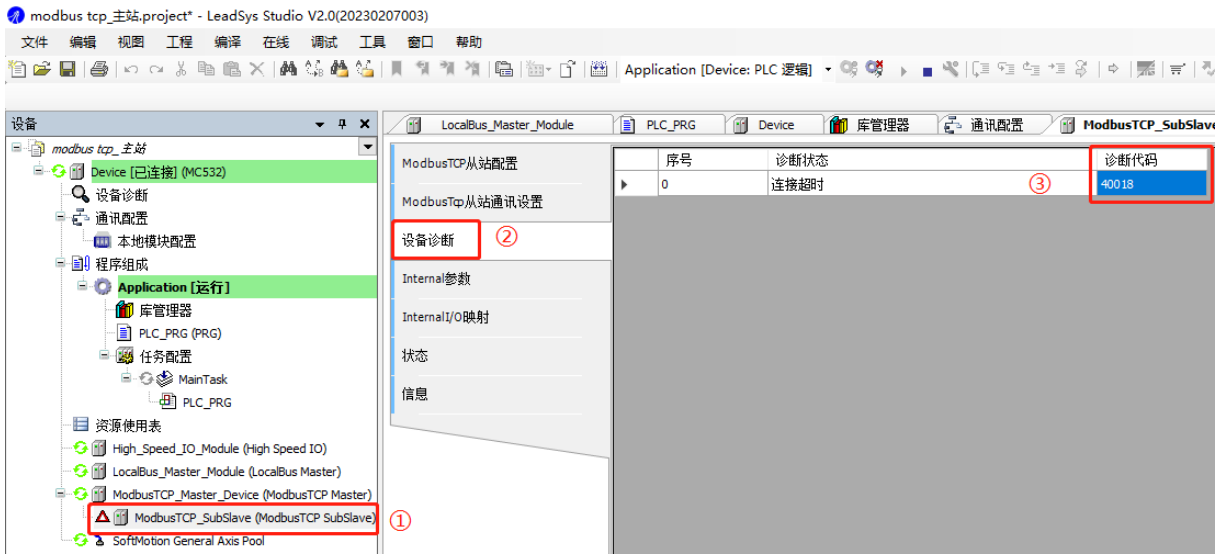

图 11.24 设备诊断
② 也可以在设备诊断中直接查看诊断代码以及对应的诊断状态,如图 11.24 所示。